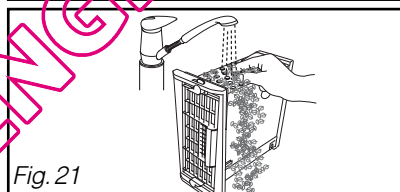

Fig. 21
- Nettoyez-le uniquement avec de l'eau sous le robinet (Fig.21).